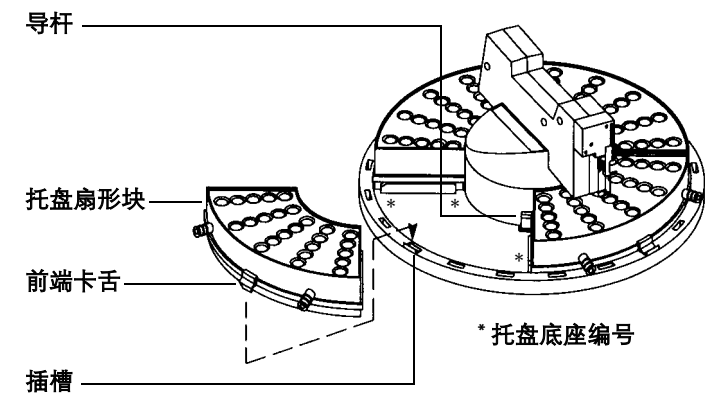

图 22 安装托盘扇形块
- 3 安装托盘扇形块（图 22）。务必使扇形块的编号与托盘底座的编号保持一致。